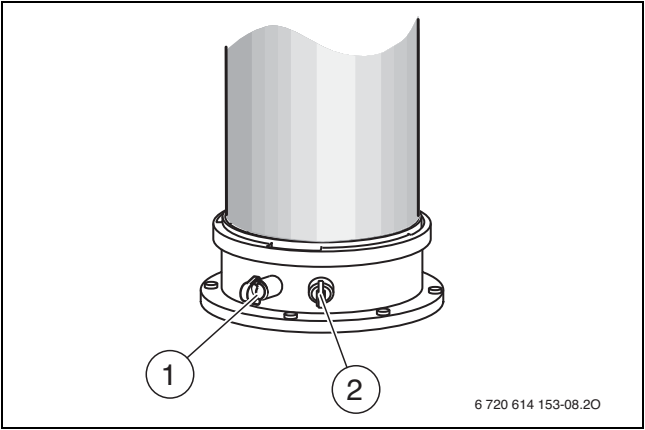

Fig. 92 Tubulure de mesure des fumées et de l'air de combustion
- ▶ Retirer le bouchon sur la tubulure de mesure de l'air de combustion (→ fig. 92,[2]).
- ▶ Retirer le bouchon de la tubulure de mesure des fumées (→ fig. 92, [1]).